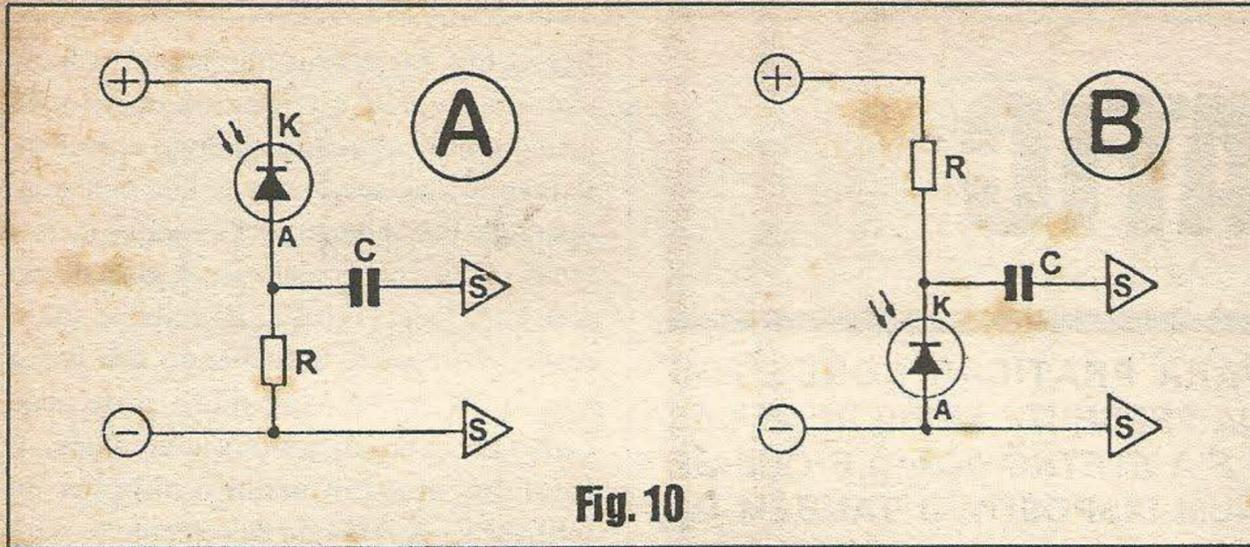

Fig. 10
**- FIG. 10 - COMO RECOLHER OS SINAIS DOS FOTO-DIODOS...**